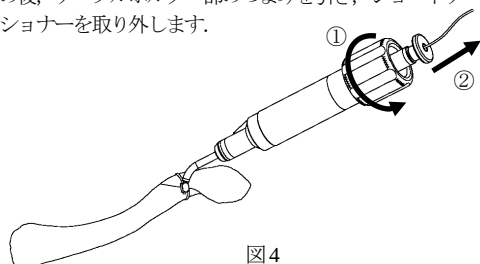

図4
- 4) 圧着後、ショートケーブルテンショナーを取り外します。(図4)
①ダイヤルを左回転させ、初期位置まで戻し、張力を完全に開放します。
②その後、ケーブルホルダー部のつまみを引き、ショートケーブルテンショナーを取り外します。